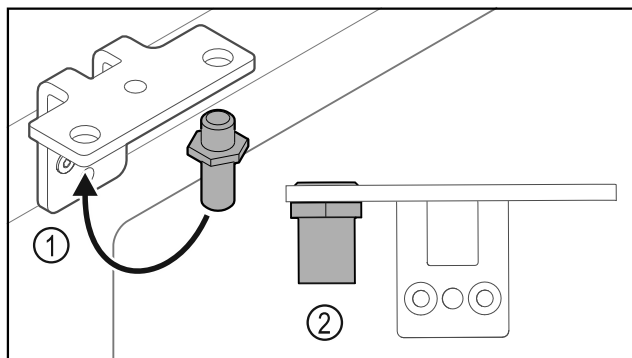

Fig. 38
- Prestavite sornik v kotnik tečajev vrat Fig. 38 (1).
- Sornike Fig. 38 (2) zategnite **z zateznim momentom 12 Nm**.